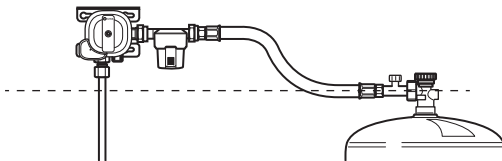

Abb. 7
- Beim Flaschenwechsel sicherstellen, dass der Hochdruck-Schlauch vom Eingangsanschluss des Gasdruckreglers immer ein konstantes Gefälle zur Gasflasche aufweist (Abb. 7).